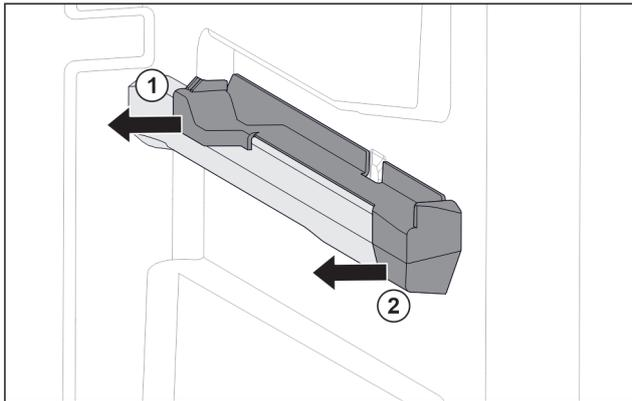

Fig. 93 右侧容器肋梁上的插装件
- ▶ 将插装件后部拉到一侧。 Fig. 93 (1)
- ▶ 将插装件前部拉到一侧。 Fig. 93 (2)